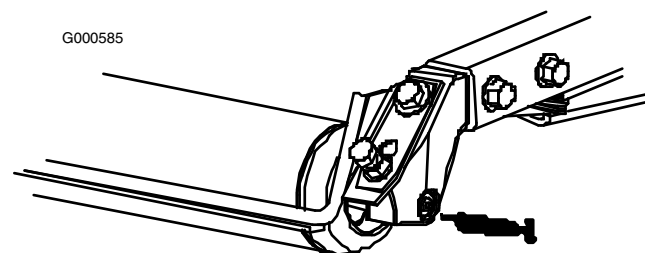

図 26
- ・ 後ローラのベアリング (各カuttingユニットに2ヶ所) (図 26)
注 ローラの注入部 (図 26) 面一フィッティングなので、グリスガン用ノズル・アダプタが必要です。パーツ番号は P/N 107-1998。ご注文は Toro 代理店へ。